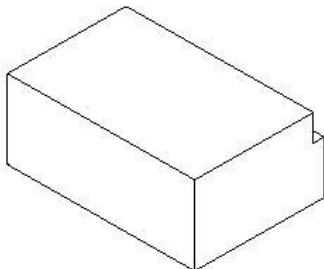

图7-46
4. 选择上一步绘制的草图轮廓，在【成形特征】工具条中单击【拉伸】按钮，弹出【拉伸】对话框。在【起始】下拉列表中选择【对称值】选项，并输入“17.5”，然后单击 **确定** 按钮创建拉伸特征，如图 7-46 所示。